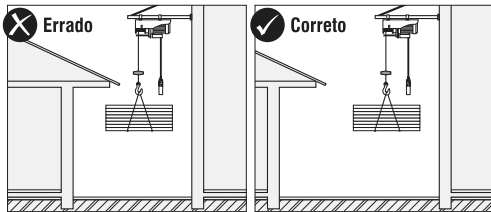

Fig. 5 – El área de desplazamiento del winche debe estar desobstruida
b. En el movimiento y transporte de estructuras, placas y otros pre-moldados, así como cargas en general, deben ser tomadas todas las medidas preventivas que garanticen su estabilidad. Observar también que en el curso vertical no puede haber interferencias que vengán a obstruir su libre desplazamiento, Fig. 5;